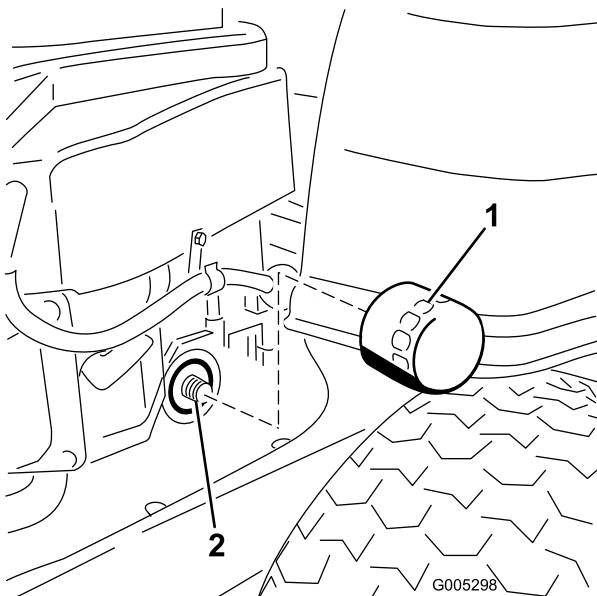

Figure 31
10. Trouvez l'emplacement du filtre à huile du côté droit du moteur. Déposez le filtre à huile usagé et essuyez l'adaptateur du filtre à l'aide d'un chiffon (Figure 31).
12. Posez le filtre à huile de rechange sur l'adaptateur. Tournez le filtre dans le sens horaire jusqu'à ce que le joint soit en appui contre le socle, puis donnez de 3/4 à 1 tour supplémentaire (Figure 31). Essuyez l'excédent d'huile sur le châssis.